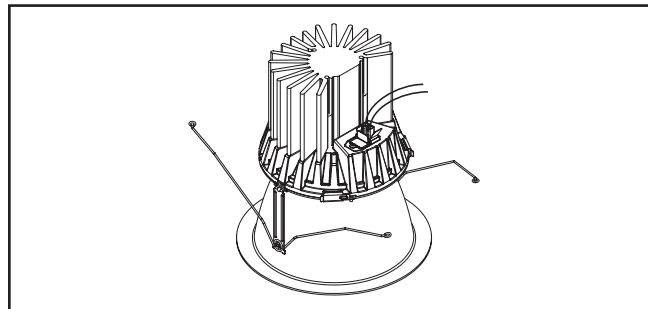

Figure 12.
4. Branchez Connectez la prise de fiche à débranchement rapide du luminaire sur leau module. (Figure 12).